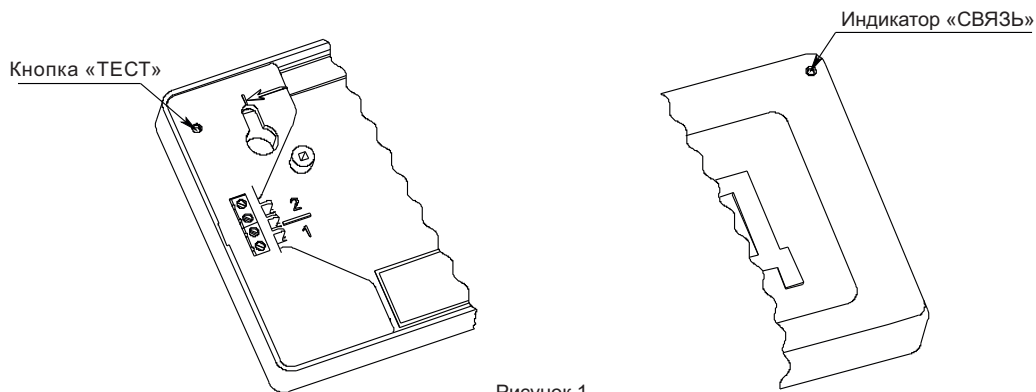

Рисунок 1
2.5 Для информации о состоянии оповещателя предусмотрен оптический индикатор «СВЯЗь» (Рисунок 1). Режимы индикации приведены в таблице 1.
5.3 Контроль работоспособности оповещателя осуществляется нажатием на встроенную кнопку «ТЕСТ» (Рисунок 1) при помощи тонкого цилиндрического предмета, например, канцелярской скрепки или направлением луча оптического тестера ОТ-1 на индикатор «СВЯЗЬ» (луч следует направлять перпендикулярно плоскости установки извещателя).